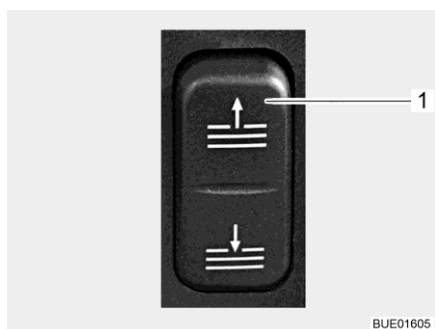

Bild 47 Brytare (elektrisk manövrering för plisségardin)
- Öppna och stänga: ■ Tryck på knappen på instrumentbrädan (Bild 47,1).